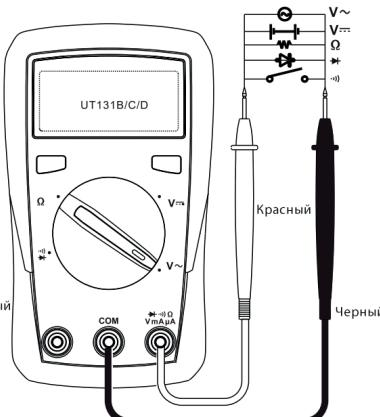

Рисунок 26
- SEL/REL: нажмите эту кнопку, чтобы переключаться между режимами переменного (AC) и постоянного (DC) тока для $mV\text{mV}\text{mA}$, температурного датчика, и положений REL.
8. Работа с устройством (рисунок 26)
2. Измерение сопротивления (рисунок 26)
3. Измерение целостности цепи (рисунок 26)
4. Измерение диодов (рисунок 26)
5. Измерение ёмкости (только для UT131A, рисунок 26)